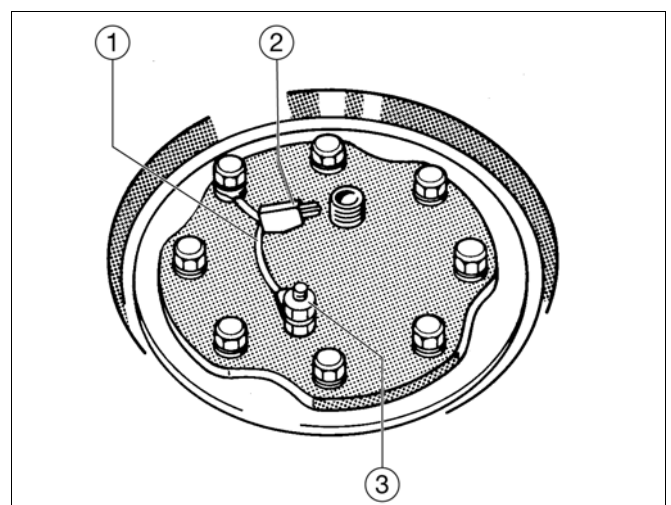

Abb. 6 Prinzipabbildung
- Prüfen ob Magnesiumanode so eingebaut ist, daß die elektrische Verbindung zwischen Anode und Speicherbehälter gewährleistet, d. h. das Erdungskabel angeschlossen ist (Abb. 6).
- Kaltwasserzulauf schließen, Speicharentleerung (EL) öffnen. Zur Entlüftung einen höhergelegenen Zapfhahn öffnen.
- Magnesiumanode neu eindichten (Abb. 6 bzw. 10).